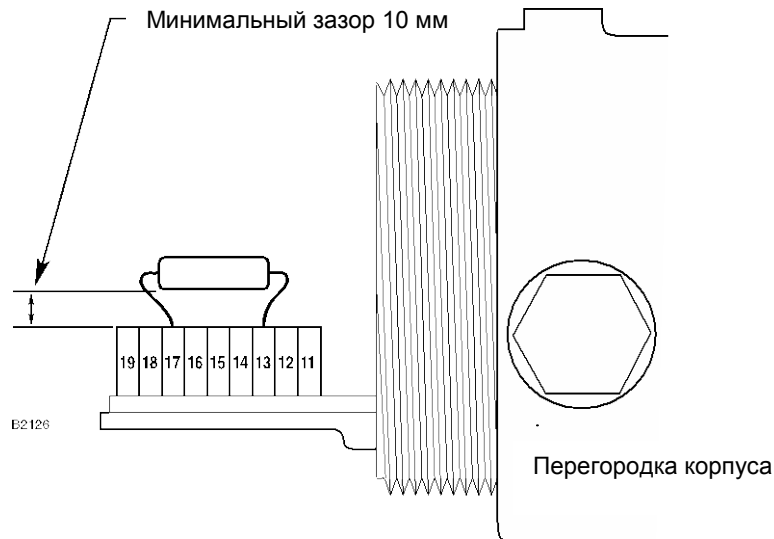

Рис. 7. Пример монтажа оконечного сопротивления EOL.
- На рис. 7 показано подключение оконечного сопротивления шлейфа EQL внутри клеммного отсека извещателя (см. раздел “Оконечное сопротивление шлейфа”).
3. Сопротивление должно быть установлено как показано на рис. 7.